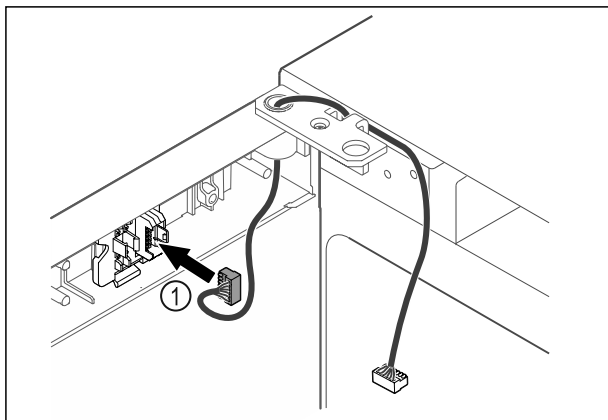

Fig. 64
- ▶ Zasuňte zástrčku Fig. 64 (1) do držáku zástrčky.